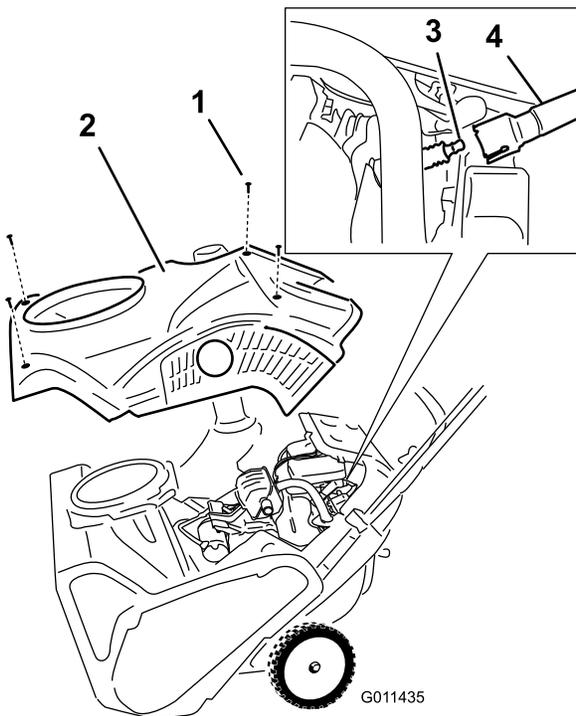

图 25
4. 拧下固定保护罩的4个螺丝图 25。
6. 取下保护罩图 25。